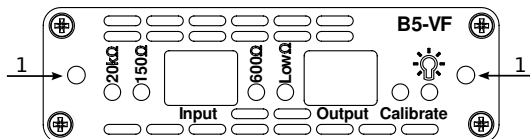

Рис. 5.1. Передняя панель модуля B5-VF
4. Подать сигнал с разъёма Output модуля В5-VF (см. рис. 5.1) на вход объекта.
4. Подключить к разъёму Input модуля В5-VF (см. рис. 5.1) измеряемую линию.